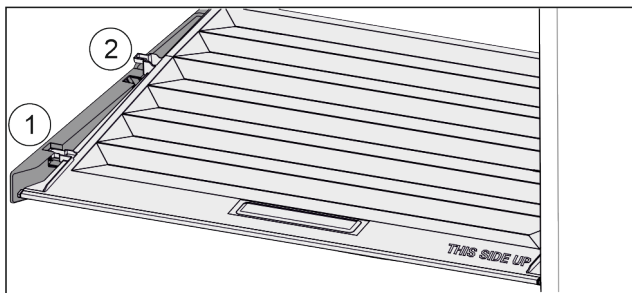

Fig. 111
- ▶ Dra locket framåt Fig. 111 (1) till öppningen i fästdelarna.
- ▶ Lyft det baktill underifrån och ta ut Fig. 111 (2) det uppåt.